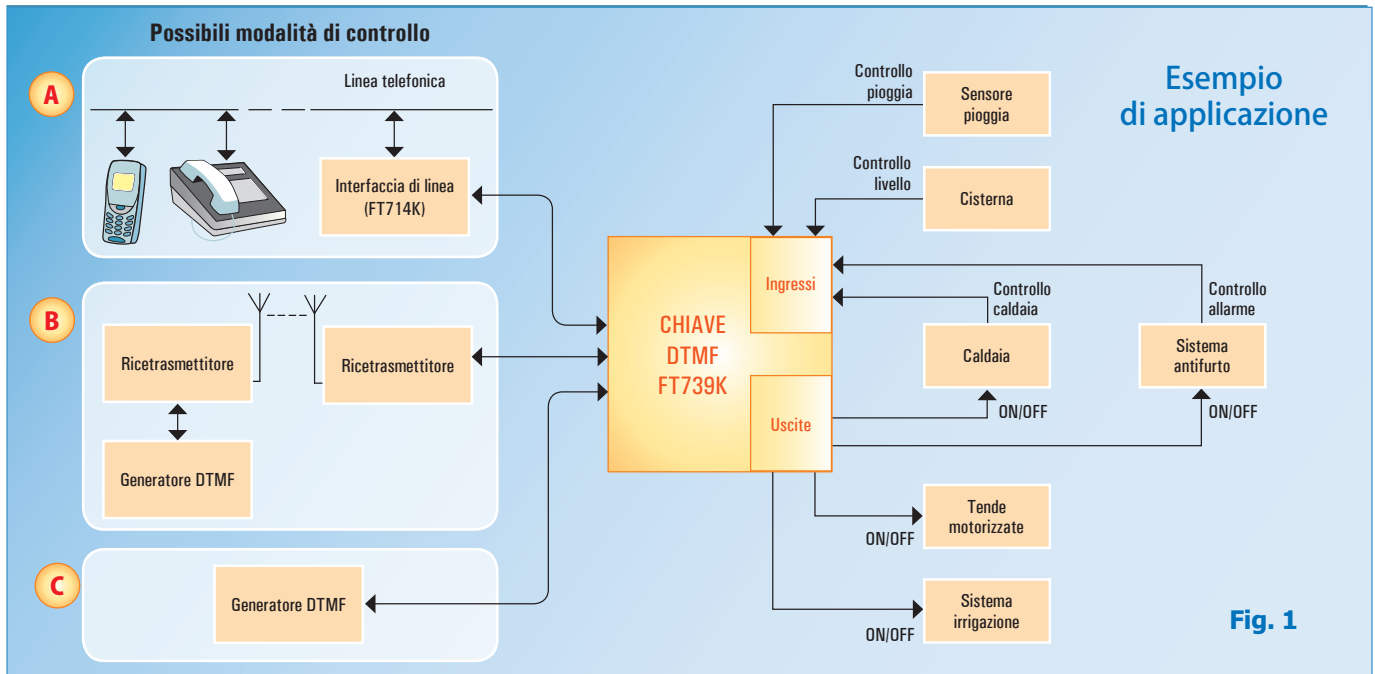

Fig. 1
A) Nell'applicazione classica questo circuito è connesso ad una linea telefonica (Fig. 1/A) e dialoga, tramite essa, con un telefono (sia esso fisso o cellulare); il sistema può essere definito a tutti gli effetti un telecontrollo via cavo. Il termine bidirezionale indica la possibilità del sistema di inviare e
B) Un'altra applicazione possibile è il telecontrollo attraverso un ponte radio proprietario (Fig. 1/B): il circuito è connesso ad un ricetrasmittitore e viene controllato a distanza da un secondo ricetrasmittitore che trasmette i comandi impartiti dall'operatore.
rettamente la chiave DTMF (Fig. 1/C), realizzando così un semplice telecontrollo che impiega un numero ridotto di fili. In questo caso sono necessari un filo di massa, uno per l'invio dei comandi ed un terzo connesso ad un piccolo auricolare per l'ascolto dei toni di risposta. Con un totale di tre fili si potranno comandare ben quattro uscite e leggere quattro ingressi in totale sicurezza.
piego. L'FT739, così com'è può essere impiegato nelle applicazioni mostrate in Fig. 1/B e 1/C. Per l'impiego su linea telefonica, è necessario utilizzare l'apposito circuito adattatore (DAA, *Digital Access Arrangement*), disponibile separatamente (cod. FT714). Esso viene collegato alla chiave DTMF tramite un apposito connettore a sette pin. Altri due connettori tipo RJ11 consentono la connessione alla linea telefonica e all'apparecchio telefonico preesistente. In questo modo, la chiave DTMF può essere facilmente usata insieme a un telefono (fig. 1/A). Il software è in grado di riconoscere la presenza del DAA e di adattarsi automaticamente al nuovo modo operativo.